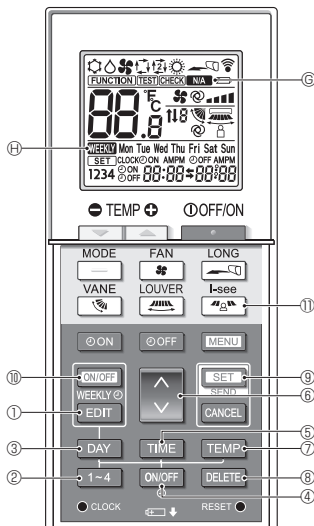
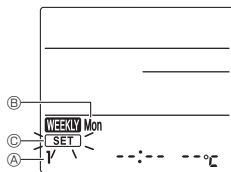

Fig. 4-3
Fig. 4-4
<Passage en mode d'édition> (Fig. 4-3, Fig. 4-4)
Appuyez sur la touche **1~4** ②. (Fig. 4-3, Fig. 4-4)
- À chaque fois que vous appuyez sur la touche **1~4** ②, le numéro de modèle ④ change dans l'ordre suivant : 1 → 2 → 3 → 4.
Appuyez sur la touche **DAY** ③. (Fig. 4-3, Fig. 4-4)
- À chaque fois que vous appuyez sur la touche **DAY** ③, le jour de la semaine ⑤ change dans l'ordre suivant : Mon (lundi) → Tue (mardi) → Wed (mercredi) → Thu (jeudi) → Fri (vendredi) → Sat (samedi) → Sun (dimanche) → All days (Tous les jours).
1. Appuyez sur la touche **ON/OFF** ④. (Fig. 4-3, Fig. 4-5 ④)
- À chaque pression sur la touche **ON/OFF** ④, le réglage change entre **ON** et **OFF**.
2. Appuyez sur la touche **TIME** ⑤. (Fig. 4-3, Fig. 4-6)
- Appuyez sur la touche **↑/↓** ⑥ pour régler l'heure de fonctionnement.
3. Appuyez sur la touche **TEMP** ⑦. (Fig. 4-3, Fig. 4-7, Fig. 4-8)
- Appuyez sur la touche **↑/↓** ⑥ pour régler la température.
- Lorsque le mode AUTO (point de réglage double) est activé, appuyez sur la touche **TEMP** ⑦ pour basculer entre la limite supérieure ⑧ et la limite inférieure ⑨.
<Suppression des réglages> (Fig. 4-3)
<Transmission des réglages> (Fig. 4-3)
<Activation de la minuterie hebdomadaire> (Fig. 4-3)
4.7. Capteur i-See (Fig. 4-3)